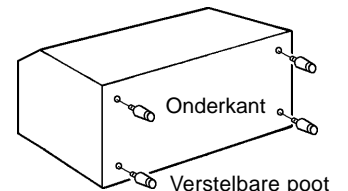

Fig. 3
- 1) Leg de voorraadbunker voorzichtig op de achterzijde om schade te voorkomen. Draai de vier verstelbare poten vast (bunkeraccessoire) in de vier getapte gaten op de onderkant van de bunker. Zie fig. 3.